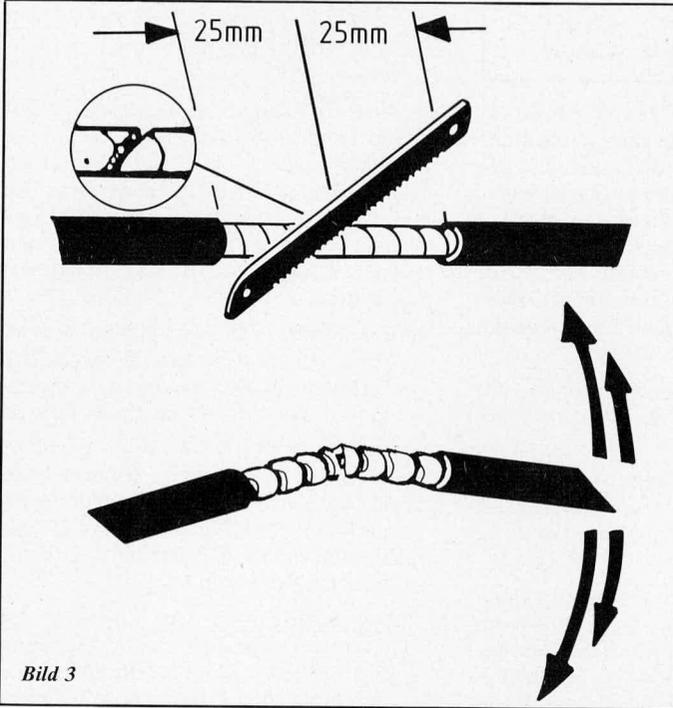

Bild 3
2. Das äußere Profil mit einer Säge rechtwinklig zur Achse ca. 1 mm tief einsägen und abbrechen (Bild 3).